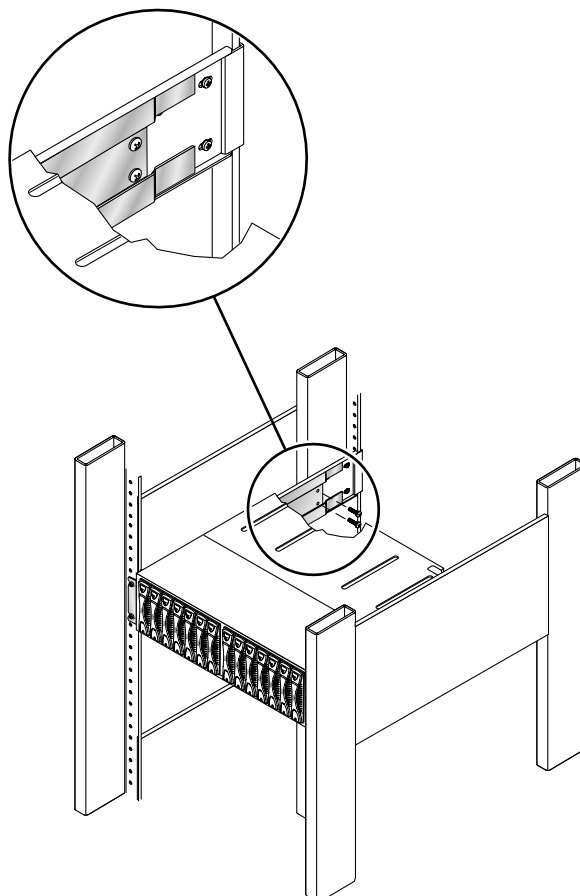

図 10 2本のネジでアレイの背面側留め具をサイドレールに固定
- 2本のネジを使い、アレイの左側の背面留め具をサイドレールに固定します (図 10)。